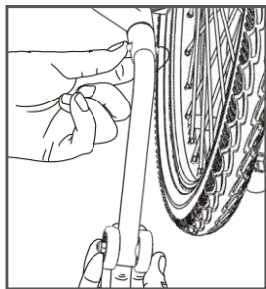

Figura 10
- **Installazione e rimozione della ruota antirollio:** durante l'installazione, tenga la biglia sulla ruota antirollio con le dita e la inserisca nel foro del telaio fino a quando la biglia non si sarà fissata nel foro della biglia della sedia a rotelle. Durante la rimozione, tenga la biglia con una mano ed estraiga la ruota antirollio all'indietro con l'altra mano, si veda la Figura 10 (Nota: la ruota antirollio si trova a circa 4 cm da terra).